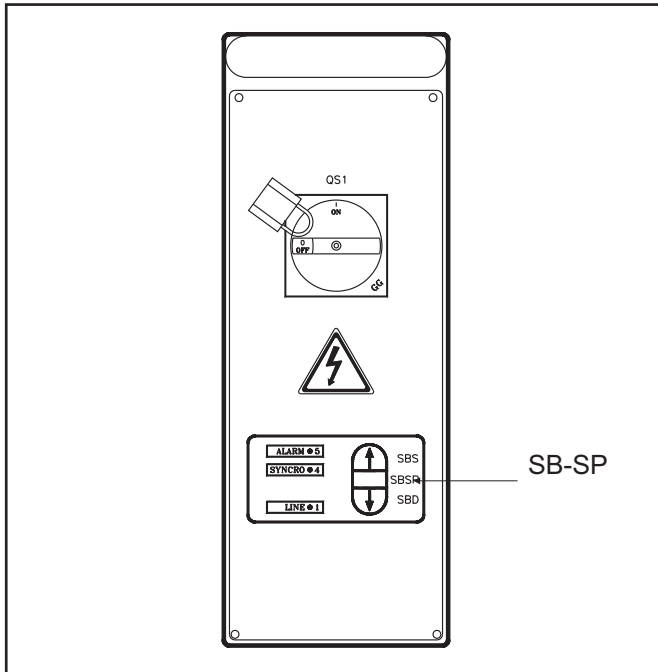

Fig.54 - Abb.54
- l'interruttore generale sul quadro deve essere bloccato **IN POSIZIONE "0"** mediante un **LUCCHETTO** (Fig.54).
- the master switch on the panel must be locked to **POSITION "0"** with a **LOCKOUT** (Fig.54).
- l'interrupteur général du coffret de commande doit être bloqué **EN POSITION "0" au moyen d'un CADENAS** (fig. 54)
- der Schalter auf dem Schaltkasten muss in **POSITION "0" DURCH EIN VORHÄNGESCHLOSS** blockiert werden. Siehe Abb.54.
- interruptor general del cuadro de mandos debe estar bloqueado **EN LA POSICIÓN "0" mediante un CANDADO** (Fig. 54).